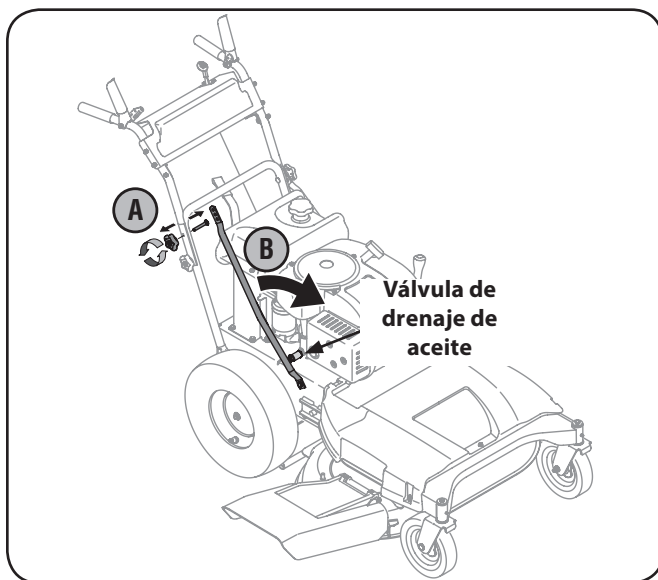

Figure 6-1
2. Extraiga la perilla en estrella superior y el tornillo del carro del lado derecho de la manija. Vea Figure 6-1.
3. Gire el tubo de soporte hacia el frente para tener lugar para conectar la manguera de drenaje de aceite a la válvula de drenaje. Vea Figure 6-1.